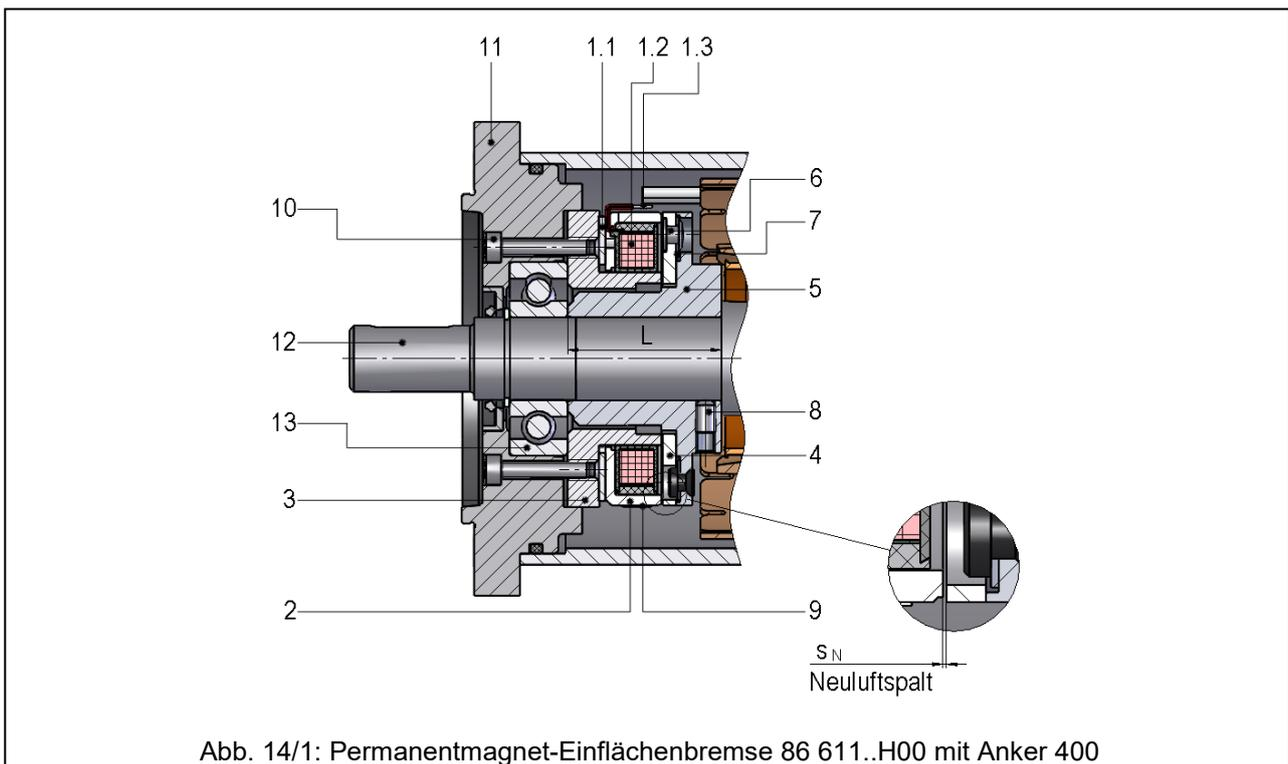

Abb. 14/1: Permanentmagnet-Einflächenbremse 86 611..H00 mit Anker 400
- i** Der Abstand  $L$  (siehe Abb. 14/1) zwischen dem Außenring des Kugellagers (13) (Anschlag für Innenring (3) der Bremse) und der Anschlagsschulter der Maschinenwelle (z.B. Motorwelle) (12) (Anschlag für Flanschnabe (5)) ist so zu dimensionieren, dass sich beim Einbau bzw. Montage der Komponente in die Maschine (z.B. Motor), der erforderliche Neuluftspalt  $s_N$  (siehe Tab. 37/1, Technische Daten) einstellt.
**Bezugszeichenlisten zur Abb. 14/1**